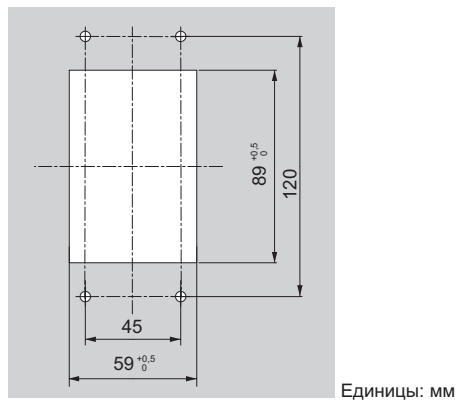

Рис. 2.10 Размеры установочного отверстия (для внутреннего/утопленного монтажа)
1. Вырежьте отверстие в стенке шкафа для установки цифровой панели (см. Рис. 2.10).